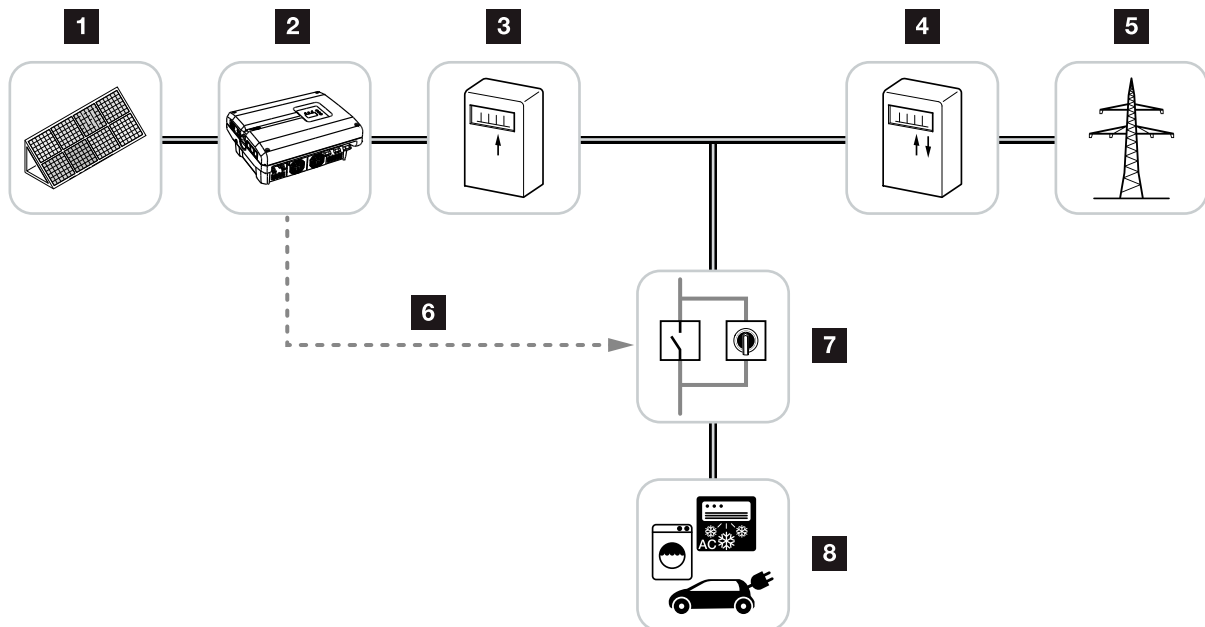

Bild 53: Konfiguration egenförbrukning
- 3.** Installera och anslut de övriga komponenterna för egenförbrukningen fackmässigt.  **Bild 53**